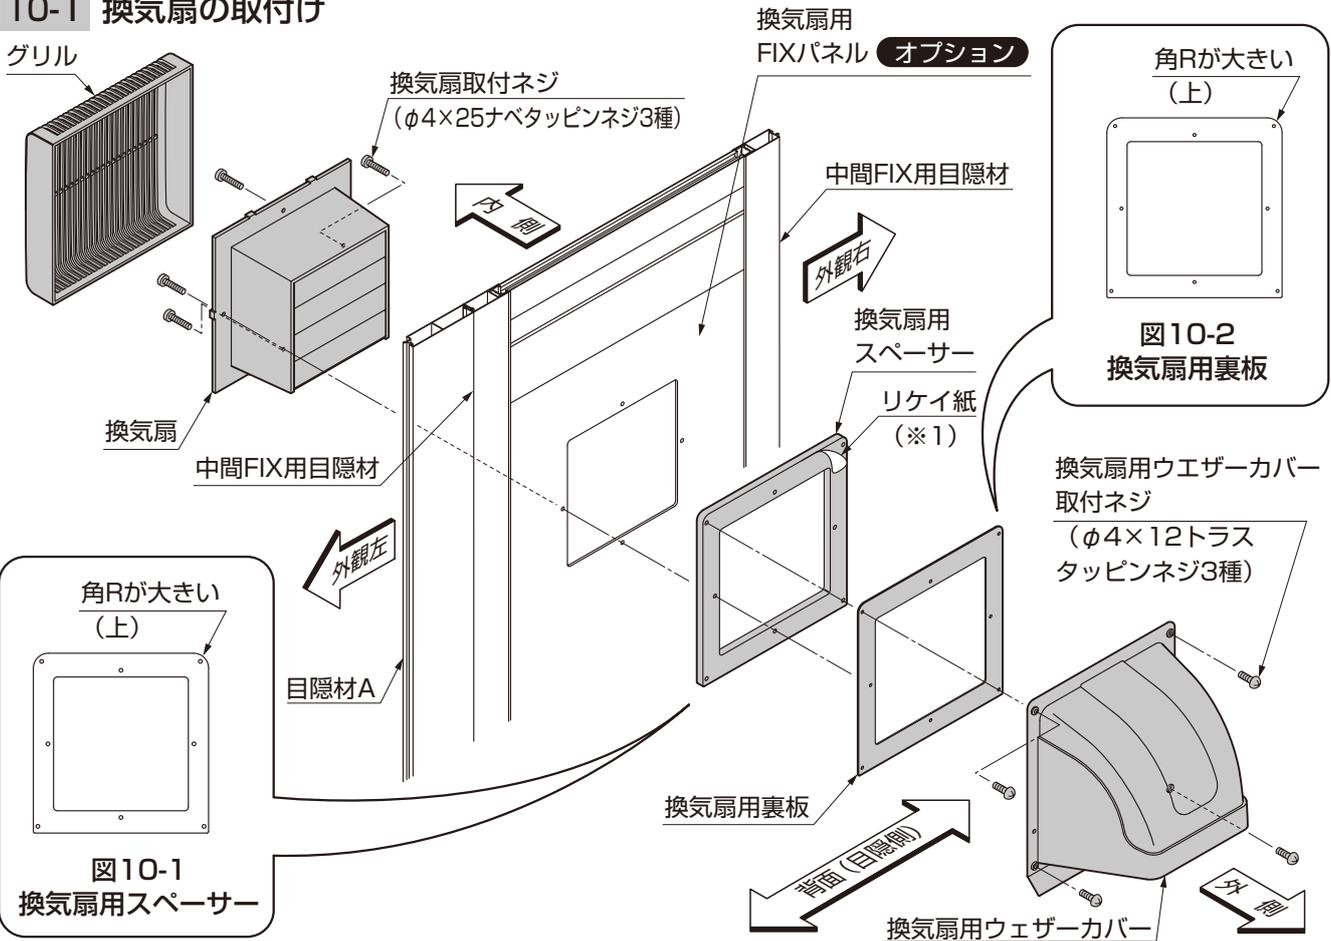

図10-1
- 換気扇用スペーサーと換気扇用裏板は、角Rが大きい方を上にして取付けてください。(図10-1、図10-2参照)